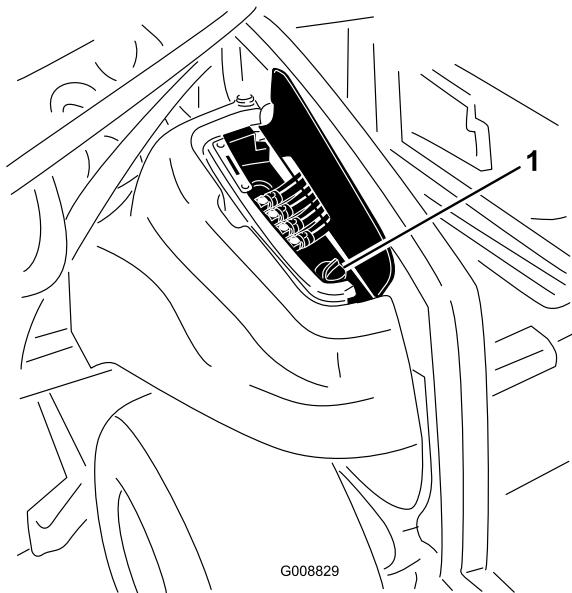

図 86
- 機体右側のアクセスカバーを開くと油圧タンクのキャップがある（図 86）。
- 油圧オイルタンクの注油口周辺をきれいに拭き、キャップ（図 86）を外す。給油口からキャップを取る。